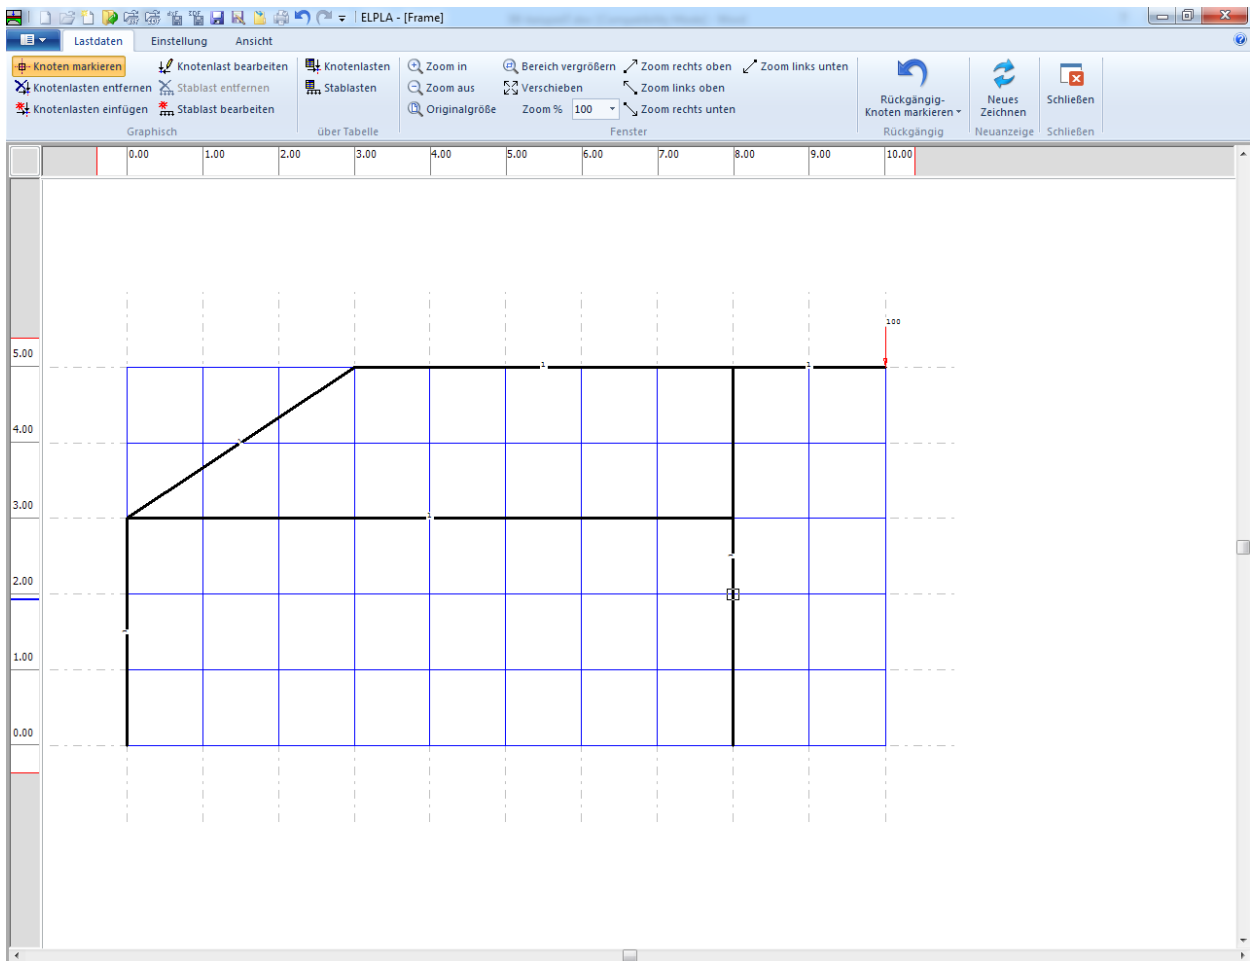
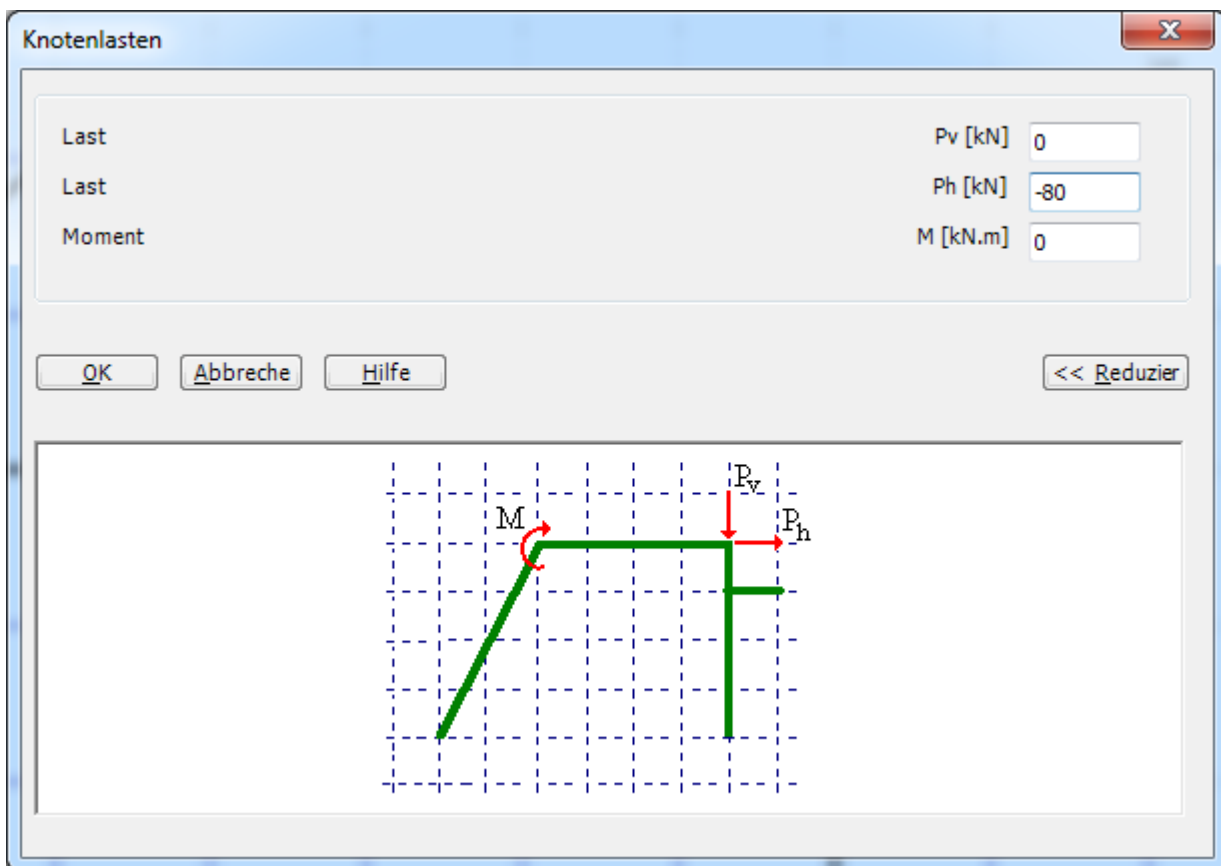

Bild 7.30 Markierung des belasteten horizontalen Knotens
Bild 7.31 Dialogfeld "Knotenlasten"
Ein anderer Knoten, der belastet werden soll, wird gewählt, wie im Bild 7.30 gezeigt. Wählen Sie den Befehl "Knotenlasten einfügen" aus dem Menü "Graphisch", es erscheint das folgende Dialogfeld im Bild 7.31.
- Doppelklicken Sie die linke Maustaste auf dem gewünschten Stab mit der gleichförmig verteilten Last. Das folgende Dialogfeld im Bild 7.31 erscheint